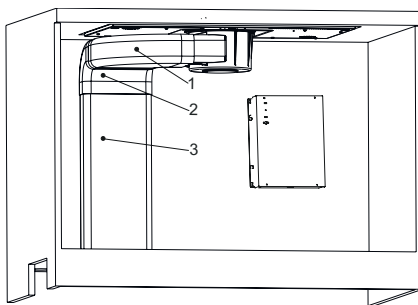

Fig. 16
6. ➡ ■ Montér nu ventilationskanalerne på (Fig. 16).